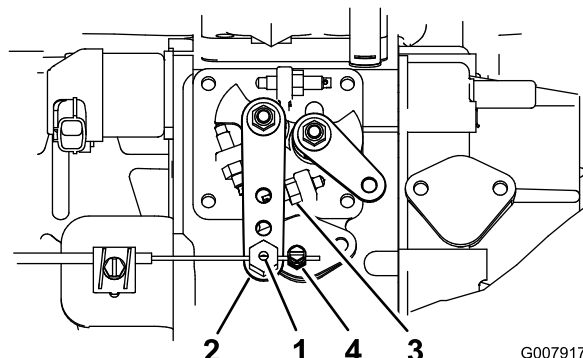

Figure 56
2. Desserrez la fixation du câble d'accélérateur sur le bras du levier de la pompe d'injection (Figure 56).
3. Maintenez le bras de levier de la pompe d'injection en appui contre la butée de régime de ralenti accéléré (Figure 56).